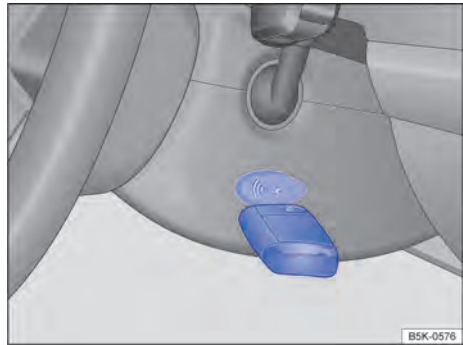

Fig. 132 À direita na coluna de direção: função de partida de emergência em veículos com sistema de travamento e de partida Keyless Access sem chave.
- Logo após pressionar o botão de partida, manter a chave do veículo à direita, no revestimento da coluna de direção → Fig. 132.